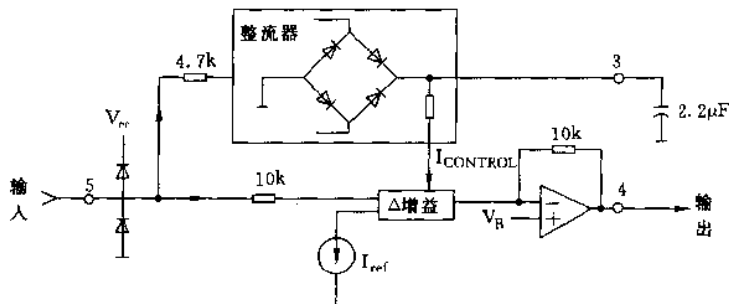

图 2-32
(4) 扩展器是一个在输入通道上具有固定反馈电阻和可变增益单元的运算放大器, 如图 2-32 所示。